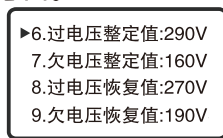

图6-4
6.3.7【确认】:参数设置及密码输入状态时做确认功能使用。在轮显或跳闸停显状态时，按下【确认】键，进入密匙校验状态，密匙校验成功后允许进入参数设置。按【◀】、【▶】键实现光标移动，按【▲】，【▼】键实现改变参数值。按【确认】键保存并进入下一项参数设置，按【复位】键放弃设置，并退出设置状态。可设置过电压整定值、欠电压整定值、过电压恢复值、欠电压恢复值等功能参数。如图6-4所示，为过欠压功能参数设置示意图。